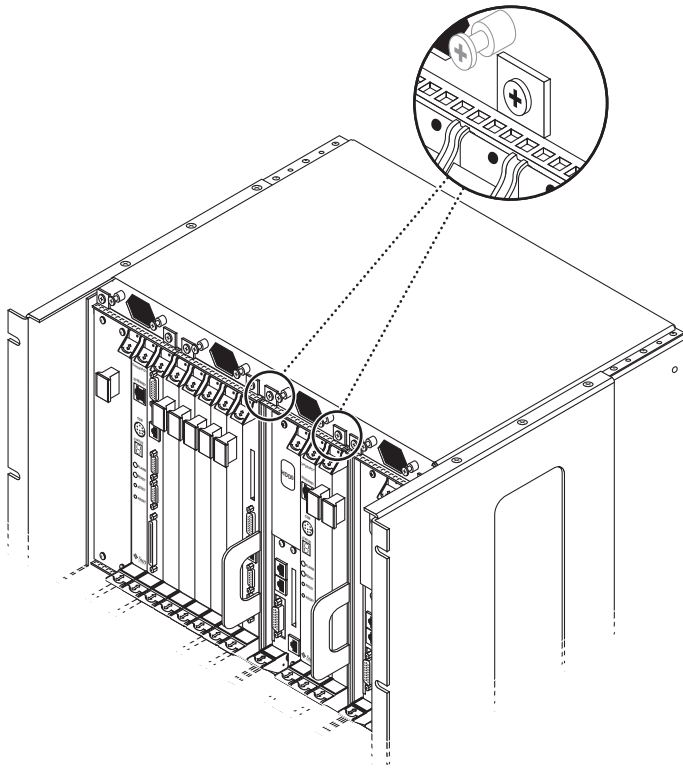

图 3-8 拧紧 Netra ct 400 服务器顶部的螺钉
- 如果安装的是 Netra ct 400 服务器，请将服务器顶部的两个黑色固定螺钉拧紧（图 3-8）。